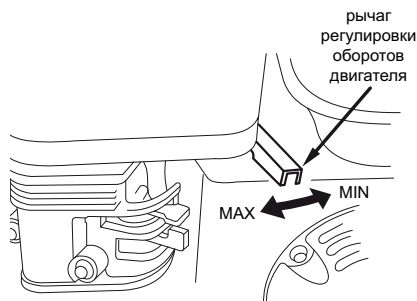

Рис. 11
8.7.9. Перевести рычаг регулировки оборотов двигателя на 1/3 хода в сторону положения «MAX» (см. рис. 11).